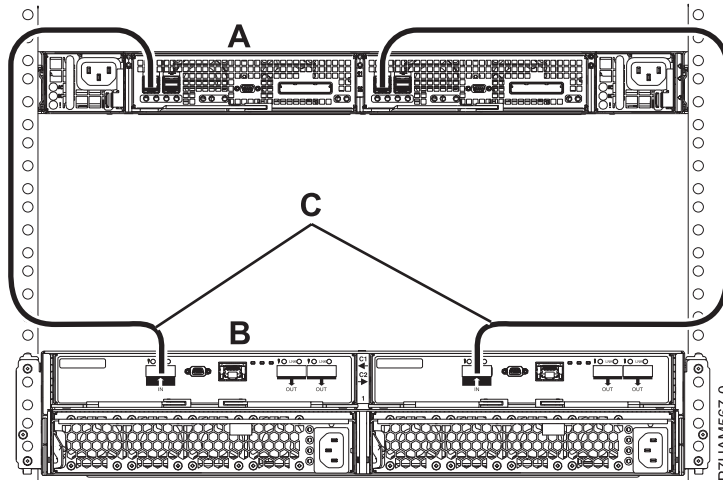

Figure 33. Connexion de mode 1 d'un boîtier d'unité de disque 58/87 en utilisant des câbles EX reliés à un boîtier de stockage PCIe
- m. Effectuez la connexion de mode 1 d'un boîtier d'unité de disque 58/87 (B) en utilisant des câbles EX (C) reliés à un boîtier de stockage PCIe avec prise en charge de tiroirs de disque SAS (A), comme illustré dans figure 33, à la page 32.
- Chaque adaptateur interne du boîtier de stockage PCIe (A) peut accéder à l'autre adaptateur et à toutes les baies d'unité de disque.
- Les deux câbles EX (C) d'un même boîtier d'unité de disque 58/87 doivent être reliés au même port SAS numéroté sur le boîtier de stockage PCIe, comme illustré dans figure 33, à la page 32.